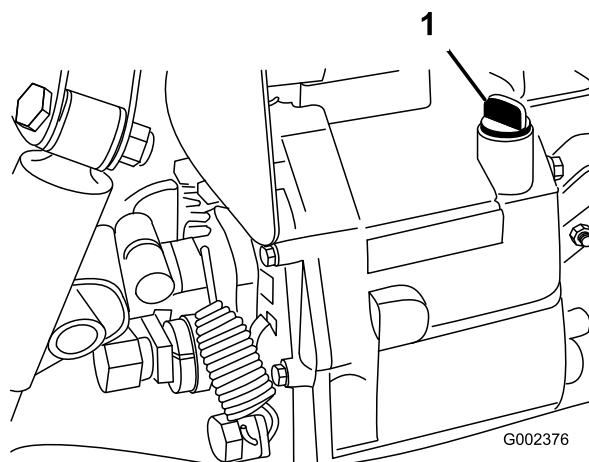

図 19
2. ディップスティック取り付け部の周辺をきれいにぬぐう(図 19)。